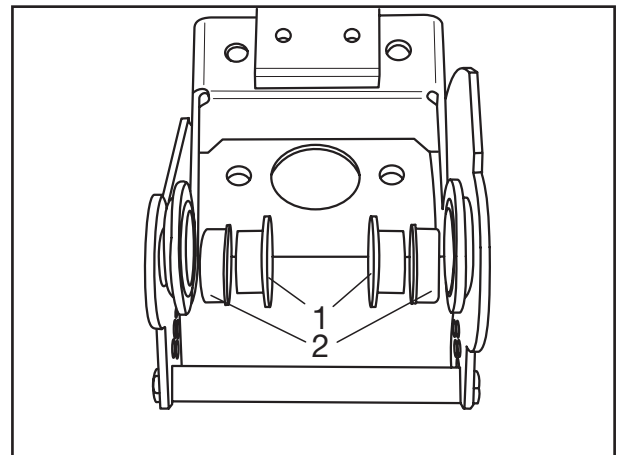

Fig. 14
- [5] Kunststoffbuchsen (Fig. 14/2) und Metallbuchsen (Fig. 14/1) beidseitig in den Hebel einsetzen.
- [5] Insert the plastic bushes (Fig. 14/2) and metal bushes (Fig. 14/1) into the lever on both sides.
- [5] Insérer les douilles plastique (Fig. 14/2) et métalliques (Fig. 14/1) de part et d'autre dans le levier.